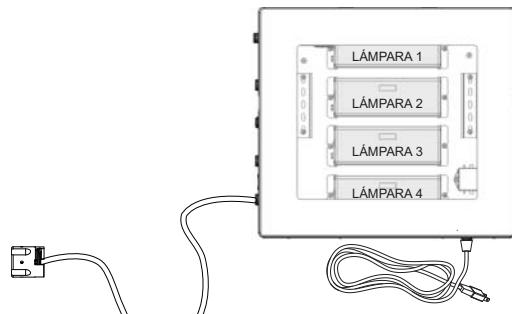

Figura 3 Bucle de goteo
- Monte el receptáculo Hi-Flo en la pared, cerca de la cámara del reactor. Lo ideal sería colocar el receptáculo sobre el reactor y lejos de cualquier punto de conexión de agua para evitar que se vierta agua en el receptáculo por medio de fugas en un punto de conexión o un sistema de "transpiración". Asegúrese de permitir un "bucle de goteo" Figura 3 en la lámpara, el sensor y el cable de alimentación para evitar, de nuevo, que entre agua en el receptáculo. Fije los cables a tierra verdes al terminal de toma de tierra que hay en el extremo del recipiente de reacción y asegúrelos bien con la tuerca que se incluye Figura 4.
- El receptor se debe montar encima o al lado de la cámara del reactor. No realice nunca un montaje vertical con el conector de CA encima del controlador para evitar que la humedad caiga por el cableado con el consiguiente riesgo de incendio. Es muy recomendable usar bucles de goteo en los cables conectados al controlador. Consulte Figura 3.